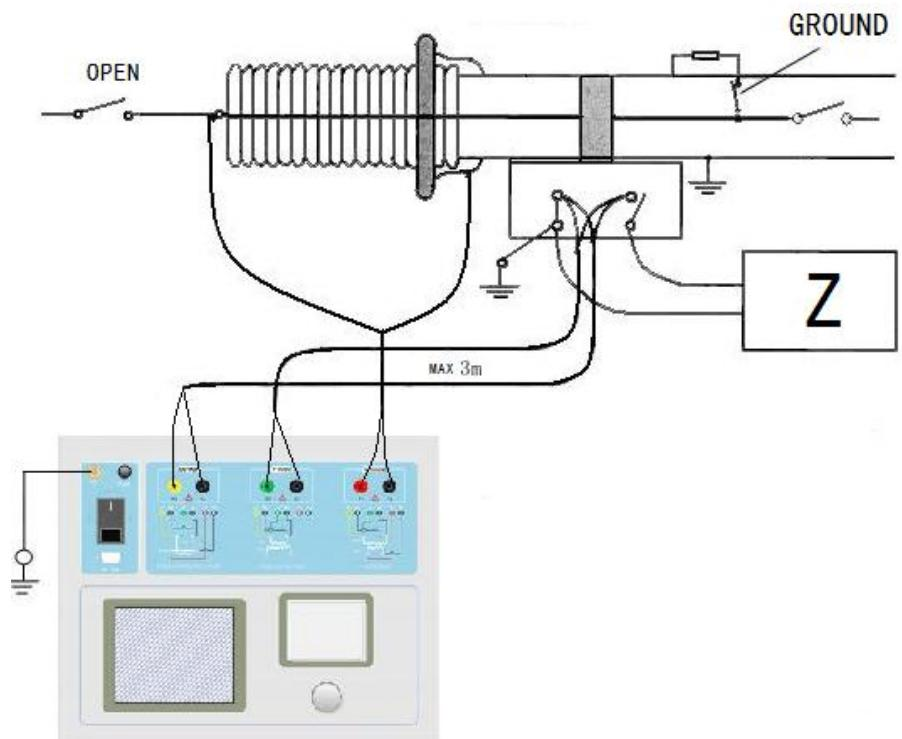

图 C.4 测试仪对 GIS (SF6) 开关上的 CT 测试时的接线方式
4. 测试仪在对 GIS (SF₆) 开关上的 CT 测试时的接线方式如图 C.4 所示。